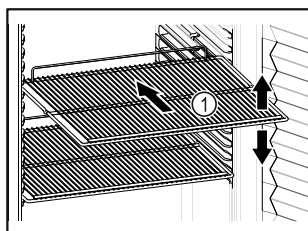

Fig. 59 Voorbeeld
- ☐ Indien de legroosters Fig. 59 (1) verplaatsbaar zijn, deze aan de hoogte aanpassen.